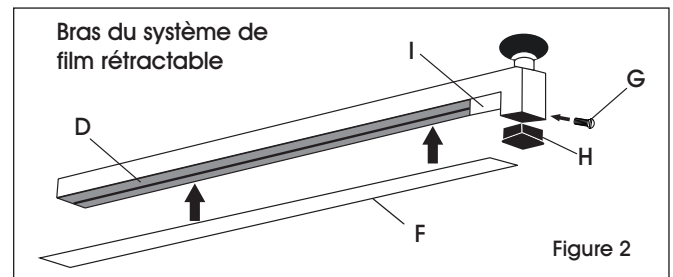

Figure 2
5. Remove worn tape from flexboard (D) on bottom of sealing arm. (See Figure 2)
1. Locate and remove black plastic screw (G) on right side of the sealing arm. Remove black plastic end cap (H). Remove white plastic insulator sleeve (I). (See Figure 2)
5. Retirez le ruban adhésif utilisé du panneau flexible (D) en dessous du bras de la scelleuse. (Voir Figure 2)
1. Repérez et retirez la vis en plastique noir (G) sur le côté droit du bras de la scelleuse. Retirez l'embout en plastique noir (H). Retirez le manchon isolant en plastique blanc (I). (Voir Figure 2)